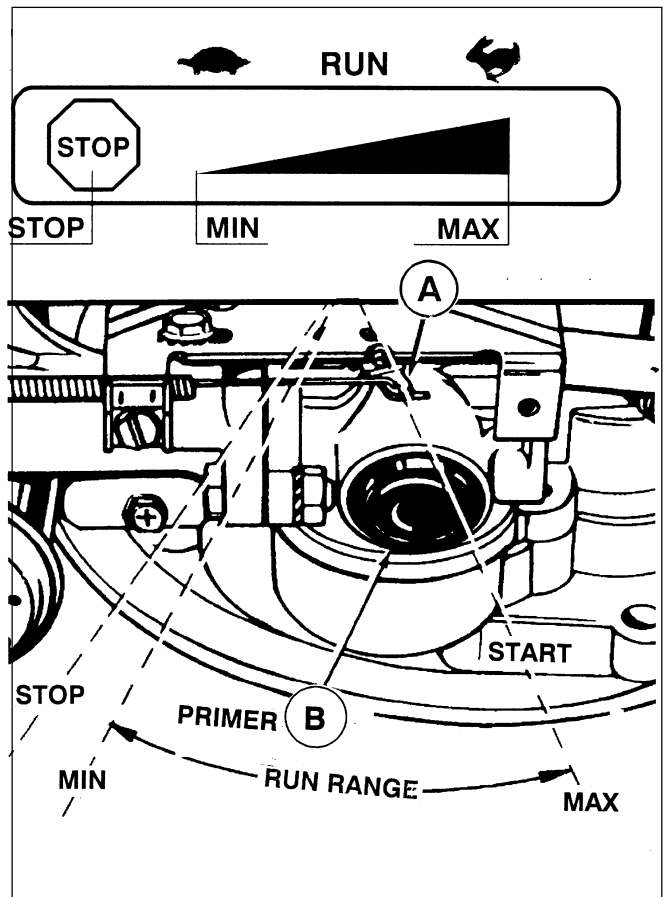

Fig. 2-1
- Placer le levier de commande sur FAST ou START (fig. 2.1) (Voir les instructions du constructeur de la machine).
- Presser sur la pompe d'enrichissement du carburateur (ou AMORCEUR) trois (3) fois et de façon sèche (fig. 2.1), **attendre deux (2) à trois (3) secondes entre chaque appui**. Si la température ambiante est inférieure ou égale à 13°C, presser cinq (5) fois.
a - Presser sur la pompe d'enrichissement du carburateur (AMORCEUR) trois (3) fois (fig. 2.1), **attendre deux (2) à trois (3) secondes entre chaque appui.** Si la température ambiante est inférieure ou égale à 13°C, presser cinq (5) fois.